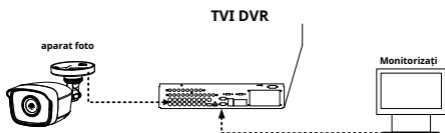

Figura 3-1 Conexiune
1. Conectați camera cu DVR-ul TVI și monitor, prezentat ca în figura 3-1.